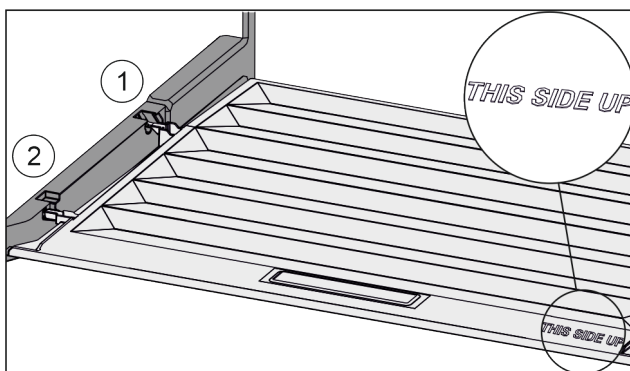

Fig. 153
- ▶ Introduire les rainures du couvercle par l'orifice du support arrière Fig. 153 (1) et les enclencher à l'avant dans le support Fig. 153 (2).